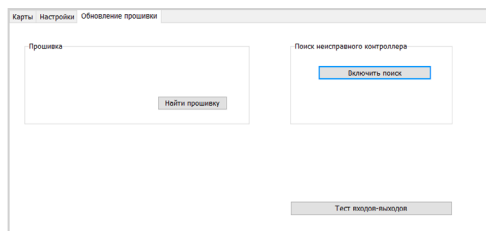

Рис.34. Поиск неисправного оборудования
- Перейдите на вкладку «Обновление прошивки», раздел «Поиск неисправного контроллера» и нажмите кнопку «Включить поиск» (Рис.34)